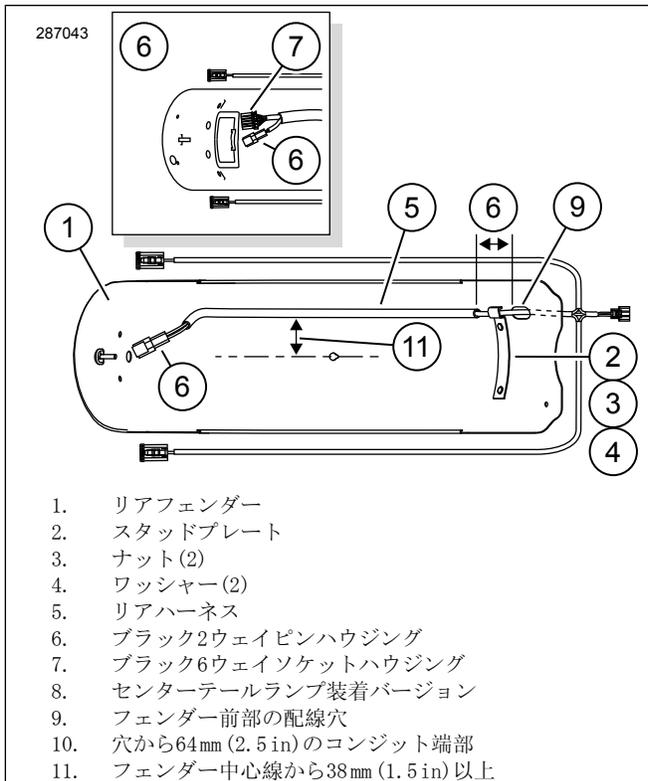

図3. リアフェンダーハーネスの取り付け
1. 「図3」を参照してください。イソプロピルアルコールを蒸留水で50%に希釈した溶液で、清掃します。完全に乾燥させます。塗装面を損傷させるおそれがあるため、溶剤や刺激の強い化学物質を使用しないでください。